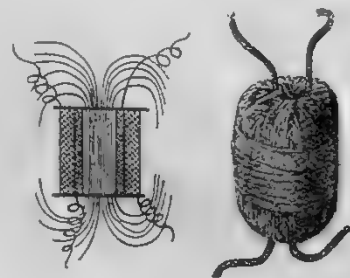

Рис. 12. Ежевый трансформатор.
3. Наконец, любитель, совершенно не имеющий механического оборудования, может сделать сердечник совсем просто — так наз. ежевый сердечник (рис. 12).